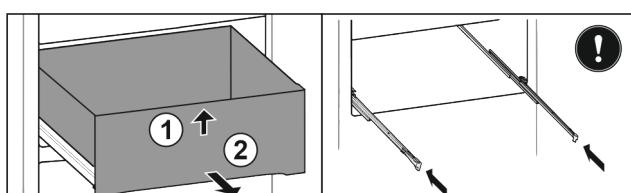

Fig. 28*
- Поднимите выдвижной ящик спереди Fig. 28 (1).*
- Извлеките движением вперед Fig. 28 (2).*